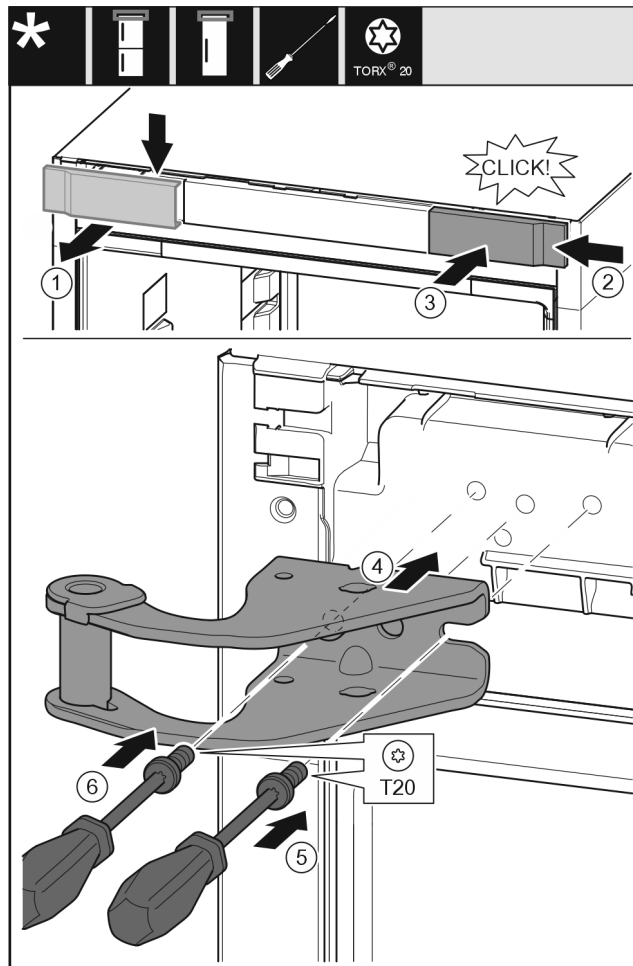

Fig. 32
- Afdekking Fig. 32 (1) van boven af naar voren lostrekken.
- Afdekking Fig. 32 (2) 180° gedraaid aan de andere zijde van rechts inhangen.
- Afdekking Fig. 32 (3) vastklikken.
- Bovenste lagerbok Fig. 32 (4) bevestigen.
- Schroef Fig. 32 (5) met schroevendraaier plaatsen en vastdraaien.
- Schroef Fig. 32 (6) met schroevendraaier plaatsen en vastdraaien.